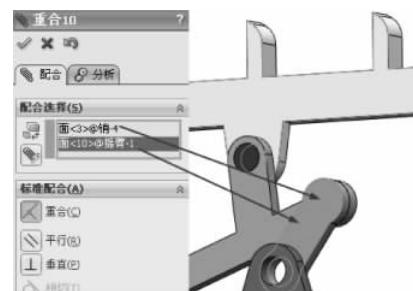

图 3-233 重合配合
(22) 继续进行配合约束，选择【标准配合】选项组下的【重合】配合类型 ，在【要配合的实体】选择框 中选择如图 3-233 所示的面，其他保持默认，单击【确定】按钮 ，完成重合配合。